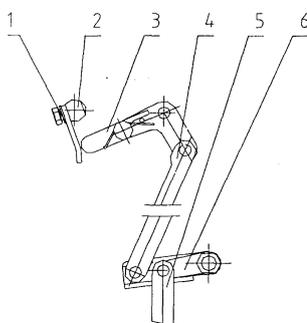

Рисунок 2 Схема механизма блокировки выключателя
6.2.3. Узел блокировки, предотвращающий ошибочные операции (Рисунок 2)